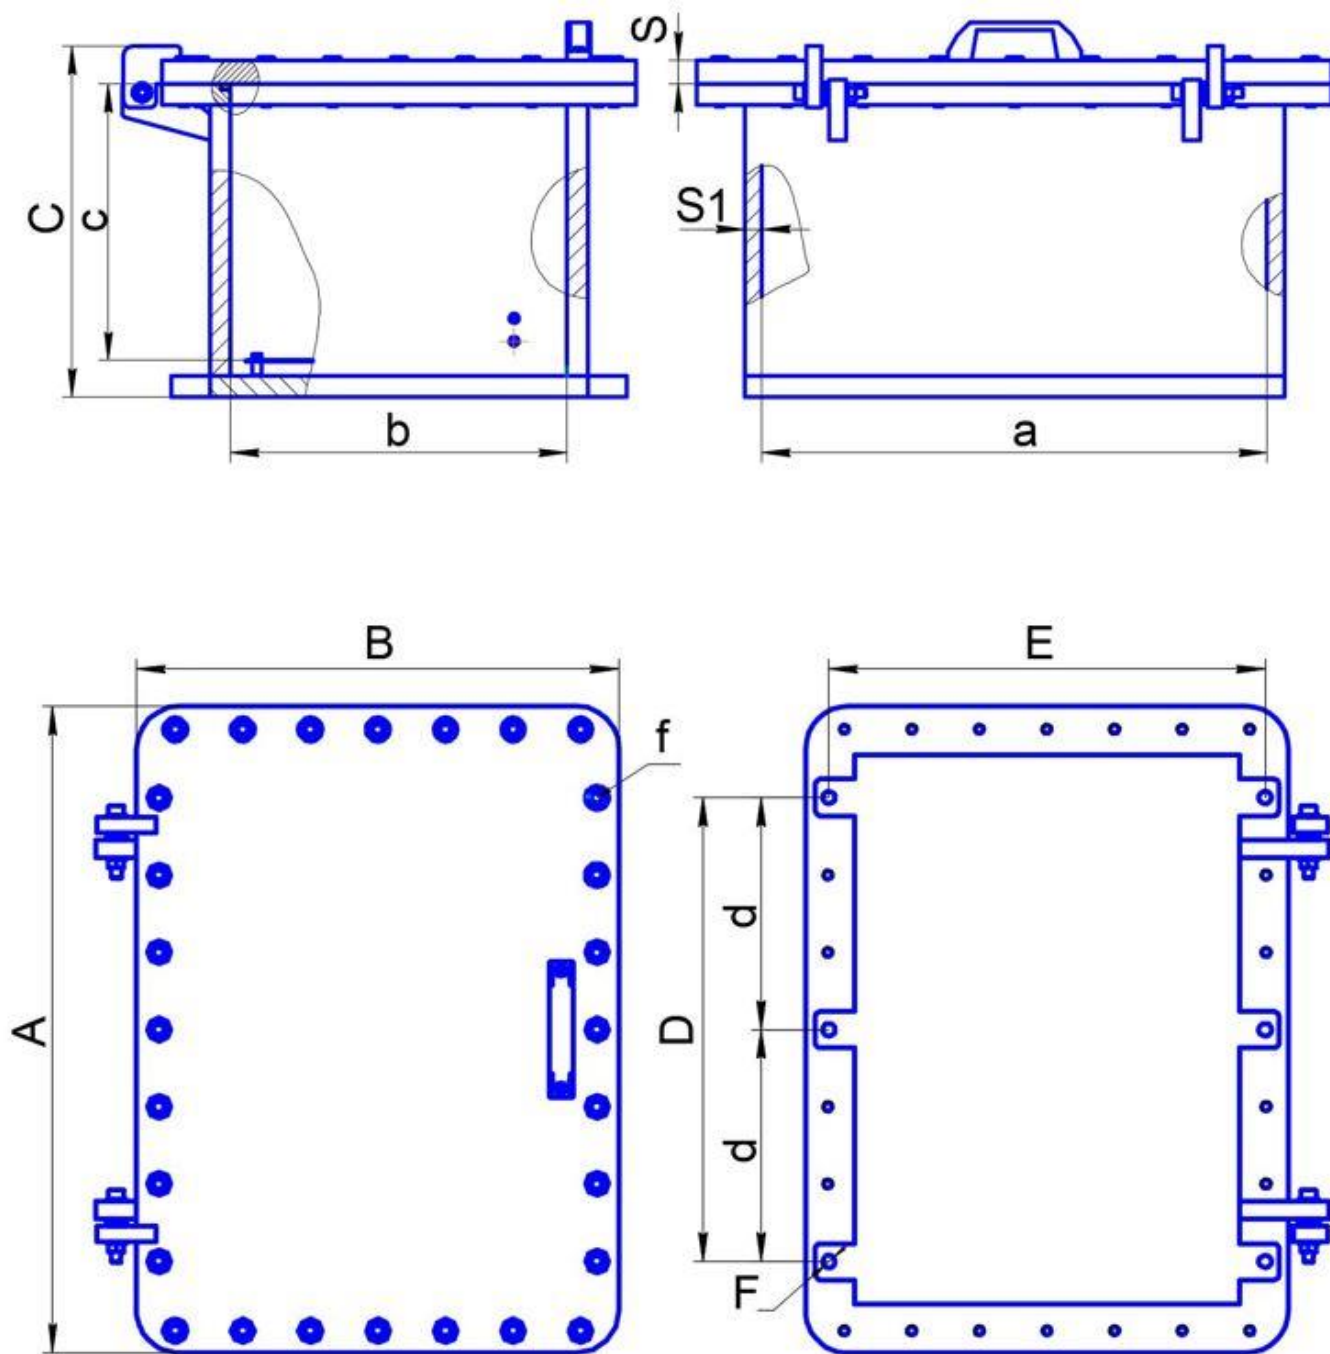

Рисунок 1. Внешний вид и габаритные размеры коробки.
- разметить место крепления коробки к рабочей поверхности, рис. 1;